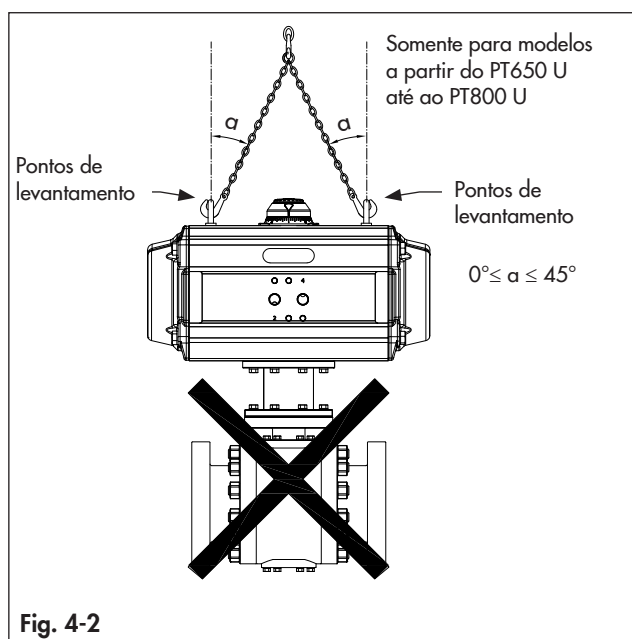

Fig. 4-2
- Para modelos maiores que o PT650 U, dois furos roscados estão disponíveis para levantar o atuador por meio de parafusos com olhal ou componentes semelhantes, conforme mostrado na Fig. 4-2. Não levante o atuador e o conjunto da válvula a partir destes pontos de levantamento.